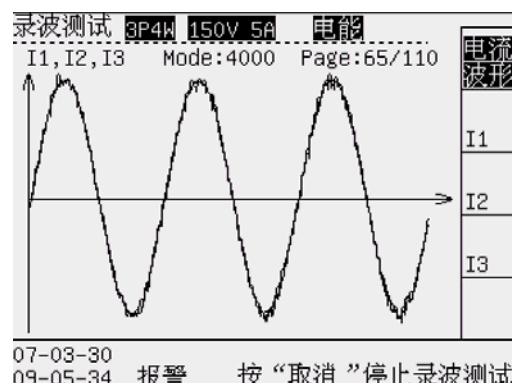

图 12-1 录波测试
3.1 录波测试显示见屏幕（图 12-1）
3.2 录波测试屏幕（见图 12-1）